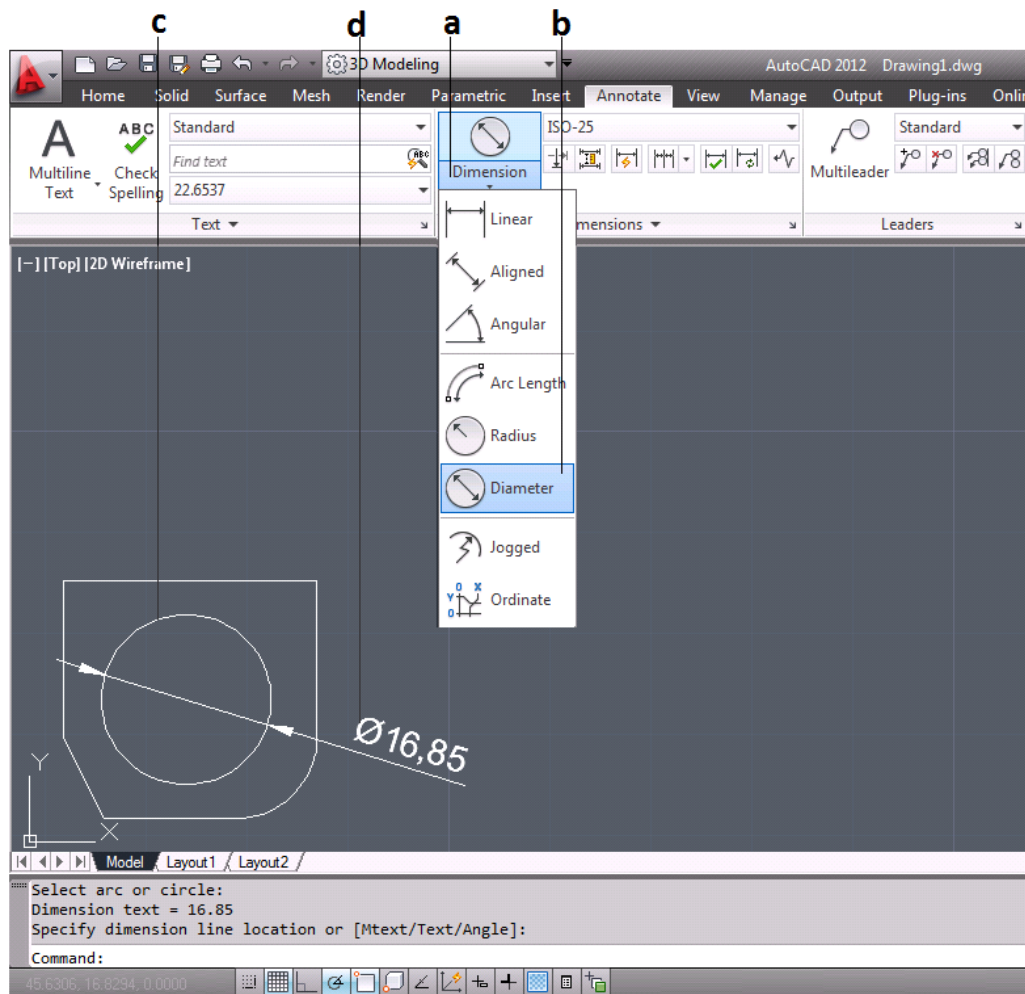

Figura 3.71 Acotado “Diametro”
- Se da clic sobre el icono Dimensión [Dimension] para desplegar la lista de tipos de Cotas (figura 3.71).
- Se selecciona la herramienta Diámetro [Diameter] de la lista de tipo de cotas (figura 3.71).
- Se selecciona el arco o Circulo que se quiera acotar (figura 3.71).
- Con el puntero se indica donde se localizara la cota (figura 3.71).